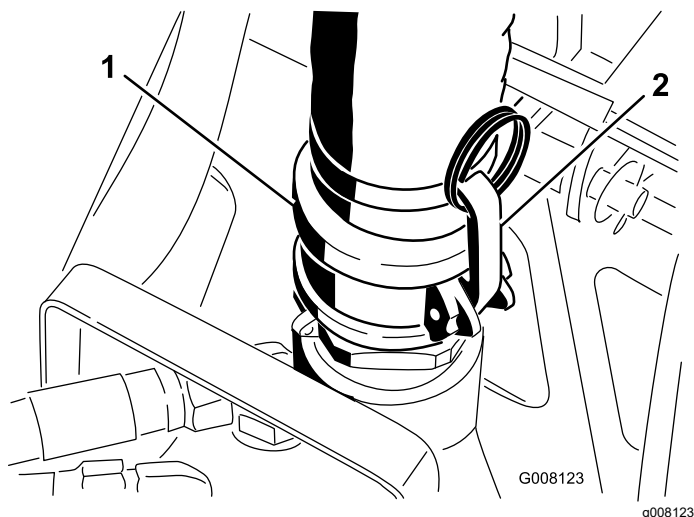

図 13
3. ラッチを解除し、吐出ホースをポンプから外す 図 13。
15. 吐出ホースをポンプに接続してラッチで固定する 図 13。